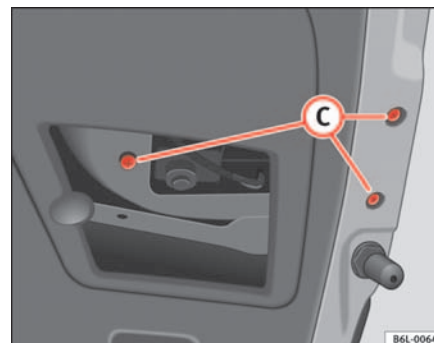

Abb. 162 Rücklicht an der Heckklappe
- Die Schrauben **(C)** ⇒ Seite 234, Abb. 162 herausdrehen und den Stecker abziehen.